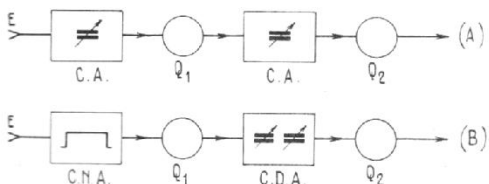
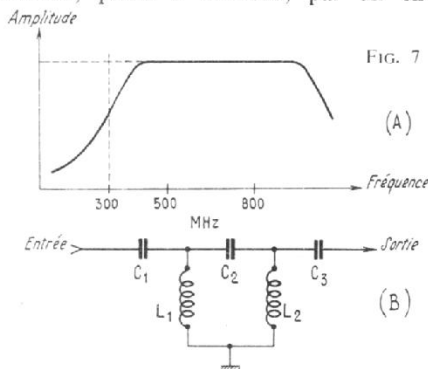

FIG. 6
FIG. 7
Il existe toutefois, dans certains appareils radio et TV des exceptions à cette règle. La figure 6 montre les deux cas à considérer : en (A) il y a un circuit accord CA à l'entrée qui effectue la sélection de la station à recevoir. Le signal amplifié est transmis à un transistor HF, Q1. A la suite de ce transistor il y a un autre circuit CA.
A la figure 7, on montre en (A) une courbe de transmission des signaux à travers un filtre passe-haut.
Le gain relatif est moitié vers la fréquence de coupure. La chute de gain doit être rapide au-dessous de 300 MHz ou autre valeur choisie par le fabricant du sélecteur UHF. Cette chute est d'autant plus rapide que le filtre passe-haut est efficace. En (B) figure 7, on donne un exemple de schéma de filtre passe-haut à deux cellules C1 L1 et C2 L2 chacune composée d'un condensateur dans la branche horizontale du filtre et d'une bobine dans les branches verticales. Plus il y a de cellules, plus le filtre est à coupure rapide. En radio FM, le procédé de sélection à l'entrée non accordée indiquée à la figure 6 (B) est différent de celui adopté en UHF. En effet, les FM sont reçues dans la bande II qui s'étend approximativement entre 85 et 105 MHz soit sur une bande de 20 MHz environ.